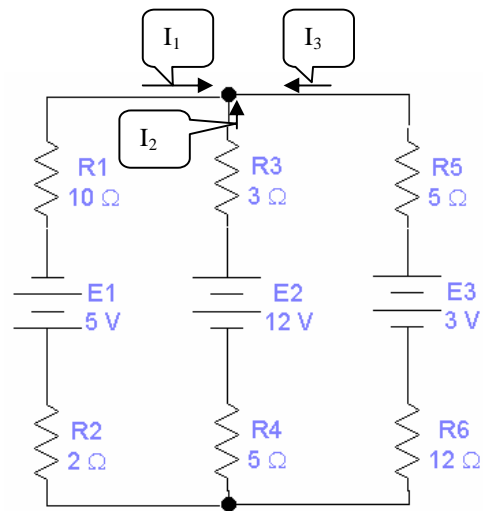

Figura 1
1. Calculad las intensidades del circuito de la figura 1, e indicad el sentido correcto de las mismas. (2 puntos)